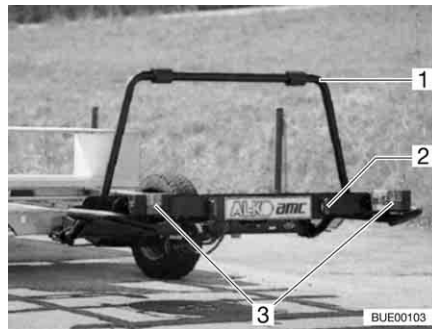
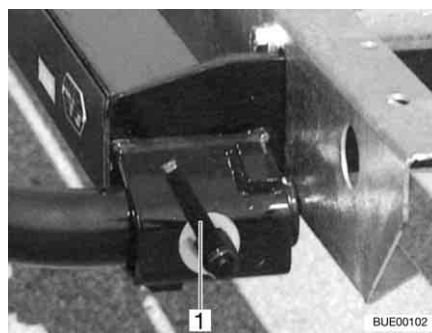

Fig. 5 Porte-motos
Fig. 6 Verrouillage rapide
Le porte-motos (Fig. 5) permet de transporter une moto ou un scooter d'un poids allant jusqu'à 130 kg.
- Réceptacle (Fig. 5,2) et étrier de fixation (Fig. 5,1) à verrouillage rapide (Fig. 6,1)
- Feu de recul et feu antibrouillard arrière (Fig. 5,3)